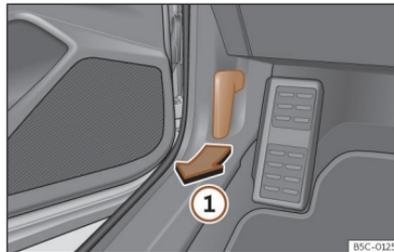

Abb. 206 Entriegelungshebel im Fahrerfußraum.
- Öffnen Sie die Tür und ziehen Sie an dem Hebel unterhalb der Instrumententafel >>> (Abb. 206) ①.